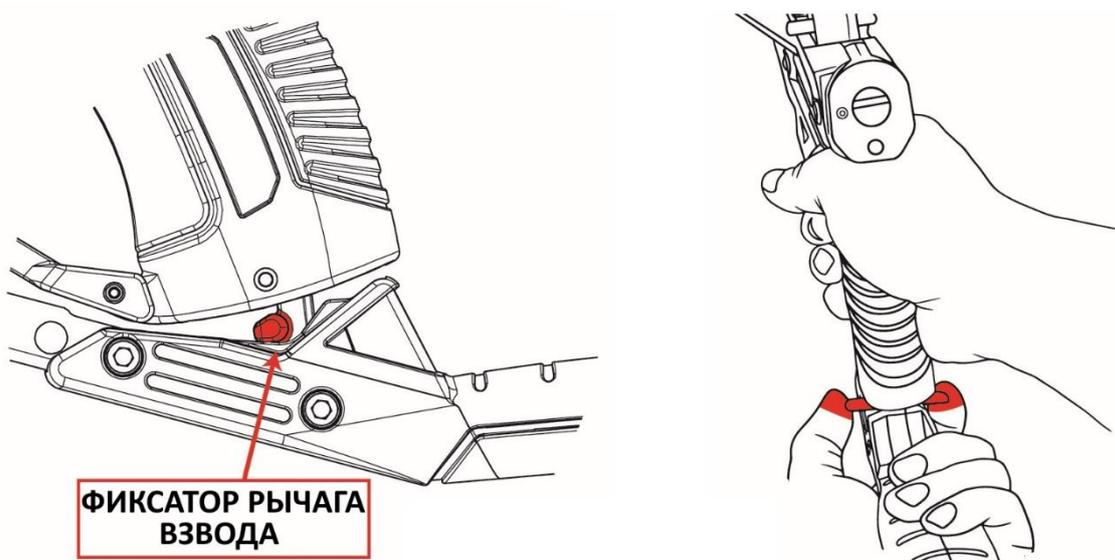

Рис.7
3. Возьмите фиксатор рычага взвода большим и указательным пальцами и потяните фиксатор назад, чтобы отсоединить рычаг взвода от нижней части рукоятки арбалета (Рис.7). Повторите это движение несколько раз, чтобы почувствовать блокировку и разблокировку рычага.